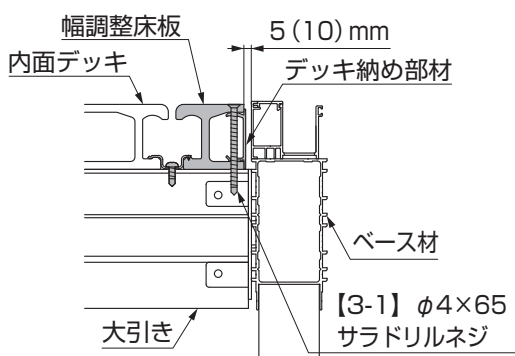

図1-19 基本仕様
- 幅調整床板と側面側の下レールベースのすき間を5(10)mm程度あけて張込んでください。(図1-19、1-20参照)